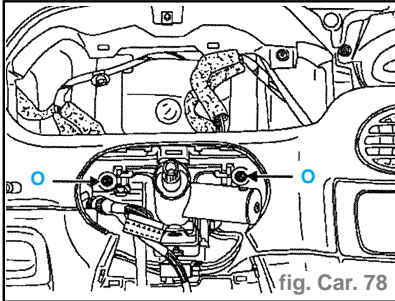

fig. Car. 78
- les fixations de planche de bord sur le fourreau de la colonne de direction, deux vis (O). (fig. Car. 78)